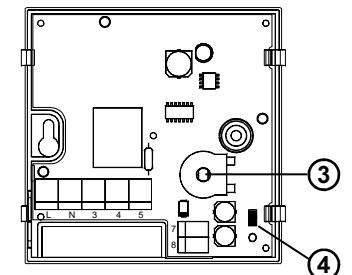

Fig. 6
Quando la temperatura ambiente rilevata è inferiore a quella impostata con il trimmer interno, (3) di Fig. 6, il termostato attiva il relè e contemporaneamente si accende il LED rosso posto sul frontale.
Tramite il trimmer interno di regolazione, (3) di Fig. 6, e' possibile impostare la temperatura attorno a cui verterà l'effettuato il controllo della temperatura ambiente, come indicato al paragrafo precedente, nel range 6°C .. 30°C.
Nel caso in cui l'installazione preveda un montaggio con sonda a distanza, è necessario rimuovere il connettore jumper JP1 (4 di Fig. 6), e collegare una sonda di tipo NTC da 4700 Ohm a 25°C con adeguato valore per il parametro beta ai morsetti 7 e 8. In caso di dubbio sul tipo di sonda da collegare si prega di consultare il costruttore.
When the measured room temperature is below the value set on the internal trimmer, (3) of Fig. 6, the thermostat turns the relay on and, at the same time, turns the red LED on.
The user can set the room temperature by moving the internal trimmer, (3) of Fig. 6, to any desired temperature, as explained in the former paragraph, between 6°C and 30°C.
If it is planned to install a remote sensor, remove the jumper connector JP1 (4 of Fig. 6) and connect an NTC type sensor (4700 ohm@ 25°C) with a suitable beta value to terminals 7 and 8. In case of doubt as to the type of sensor to connect, please consult the manufacturer.